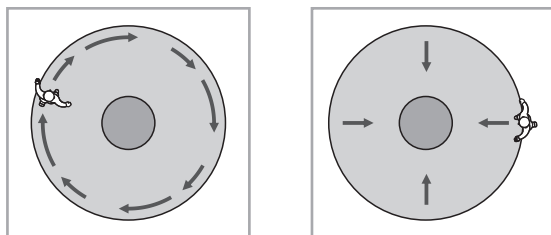

FIG.21
- Caminhe do exterior através de ou em direção à abrangência de detecção até que o LED e a carga se liguem durante 2 seg (consulte a FIG. 21).